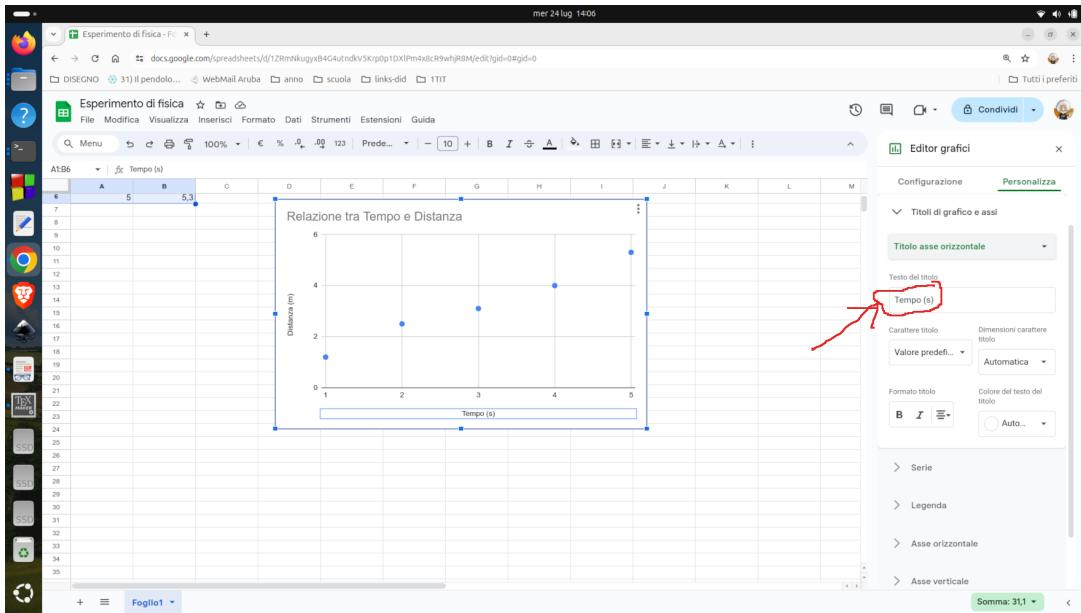

Figura 3.26 – Scelta del titolo per l’asse x
5. Imposta il titolo per l'asse X: *Tempo (s)* (figura 3.26)